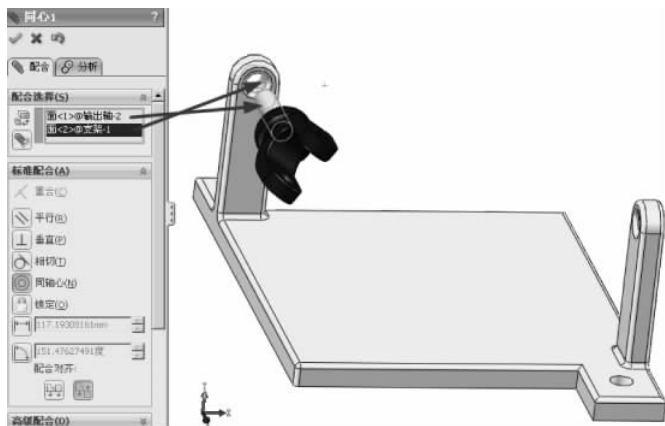

图 3-56 同轴心配合
(3) 单击【装配体】工具栏中的【配合】按钮 ,弹出【配合】的属性设置。选择【标准配合】选项组下的【同轴心】配合类型 ,在【要配合的实体】选择框  中选择如图 3-56 所示的面,其他保持默认,单击【确定】按钮 ,完成同轴心的配合。